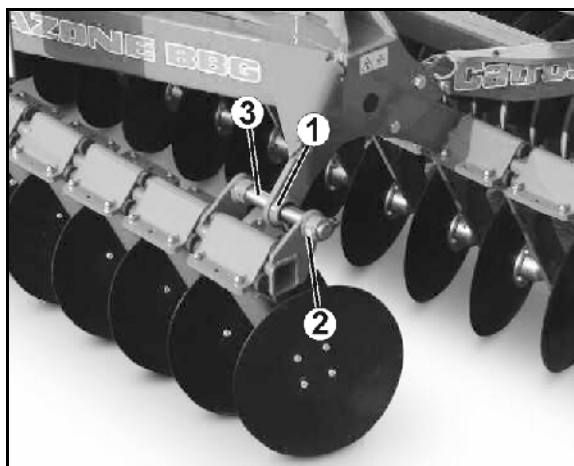

Fig. 53
Para cambiar los cojinetes de deslizamiento (Fig. 53/1) detener la máquina desplegada de tal manera que los cojinetes no tengan tensión.
- 1. Soltar la unión atornillada (Fig. 53/2) del eje de desplazamiento (Fig. 53/3).